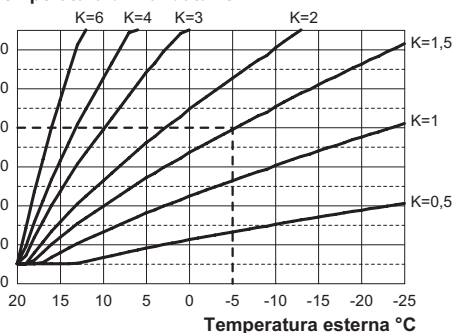

Figura 5.54
Se alla caldaia **È COLLEGATO** il comando remoto (opzionale) riferirsi alla Figura 5.54.
Quando si installa la sonda esterna bisogna impostare questo parametro in base al rendimento dell'impianto di riscaldamento per ottimizzare la temperatura di mandata (Figura 5.54).
Es. Per avere una temperatura di mandata all'impianto di riscaldamento di 60°C con una esterna di -5°C si deve settare un K di 1,5 (linea tratteggiata in Figura 5.54).
- Utilizzando i tasti 49 o 51 è possibile modificare il valore del parametro 14 da un minimo di **00** ad un massimo di **60** in base alla curva scelta del coefficiente K in Figura 5.54 (il valore letto